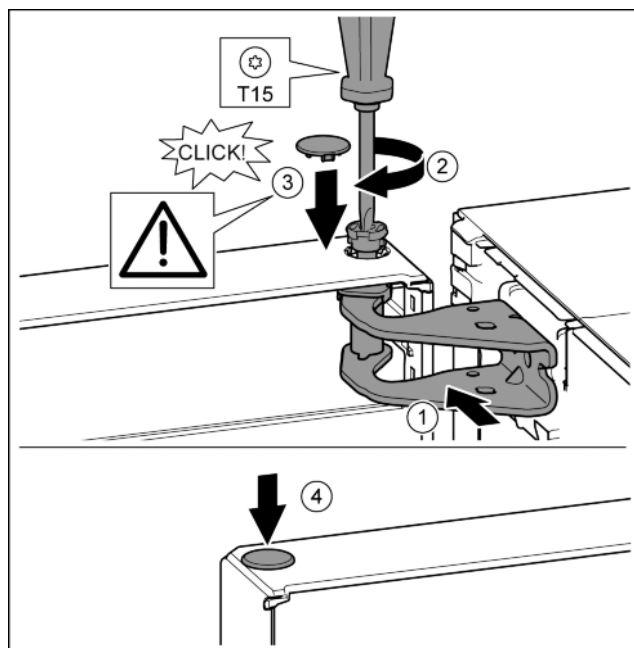

Fig. 16
- ▶ Вирівняйте дверцята зверху по отвору в опорному кронштейні. Fig. 16 (1)
- ▶ Вставте палець та закрутіть за допомогою викрутки T15. Fig. 16 (2)
- ▶ Встановіть захисну кришку для захисту дверцят: вставте захисну кришку і проконтролюйте, щоб вона прилягала до дверцят. Якщо це не так, повністю вставте палець. Fig. 16 (3)
- ▶ Вставте пробку. Fig. 16 (4)